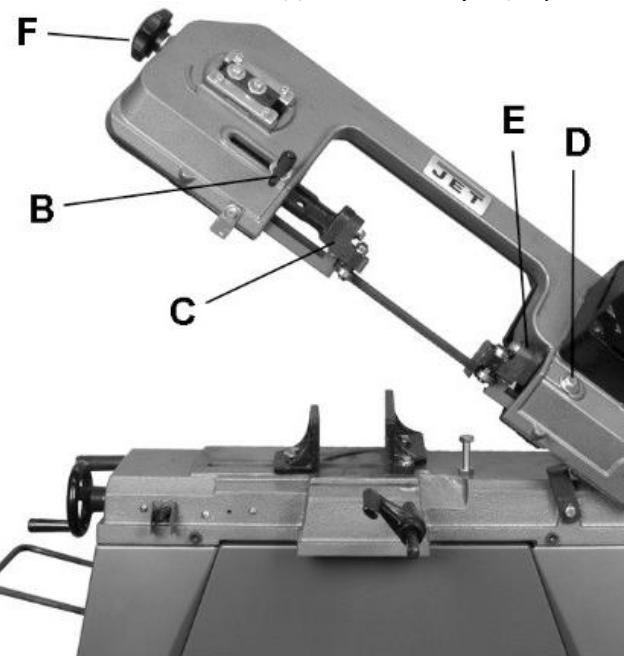

Рисунок 7
Отключите станок от источника напряжения. Ослабьте ручку (B, Рисунок 7) сдвиньте левую сборку направляющих (C) как можно ближе, но не мешая резке материала. Затяните ручку. Ослабьте винт (D) и сдвиньте правую сборку направляющих (E) как можно ближе к области резки, без касания станины. Затяните винт (После правильной регулировки правая направляющая может оставаться в таком положении постоянно для всех операций).
Вращайте ручку натяжения полотна (F, Рисунок 7) по часовой стрелке для натяжения полотна. Подденьте полотно пальцем; натянутое полотно издаст звонкий звук.